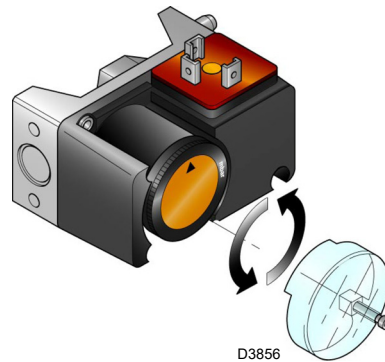

Fig. 24
- Regolare il pressostato gas di massima (Fig. 24) a fine scala.
- regolare il pressostato gas di massima (Fig. 24), posto sulla valvola a farfalla, a fine scala;
Eeguire la regolazione del pressostato gas di massima dopo aver effettuato tutte le altre regolazioni del bruciatore con il pressostato gas di massima regolato a fine scala (Fig. 24). Con il bruciatore funzionante alla potenza MAX diminuire la pressione di regolazione girando lentamente in senso antiorario la manopolina di regolazione fino al blocco del bruciatore. Girare quindi in senso orario la manopolina di 0,2 kPa (2 mbar) e ripetere l'avviamento del bruciatore. Se il bruciatore si blocca nuovamente, girare ancora in senso orario di 0,1 kPa (1 mbar).